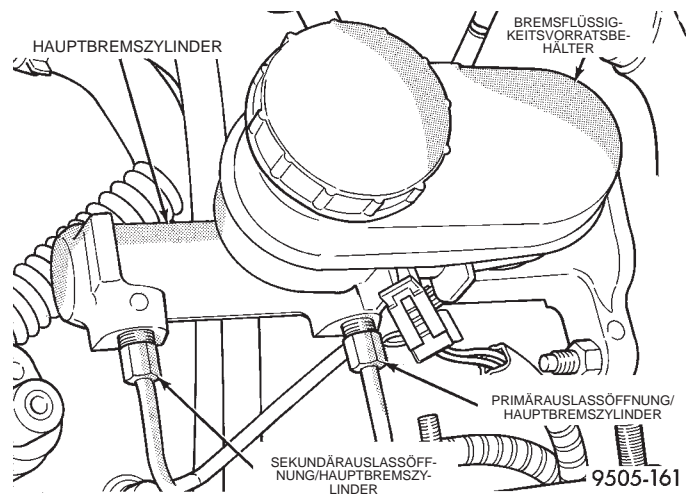

Abb. 82 Primär- und Sekundärauslaßöffnungen am Hauptbremszylinder bei Fahrzeugen mit ABS
(2) Primär- und Sekundärbremsleitungen von den Auslaßöffnungen am Hauptbremszylinder lösen (Abb. 82) (Abb. 83). Auf allen offenen Auslaßöffnungen für Bremsleitungen am Hauptbremszylinder Verschlusskappen anbringen.
(3) Den Bereich, in dem der Hauptbremszylinder am Bremskraftverstärker befestigt ist, mit einem
(4) Die Primär- und Sekundärbremsleitungen (Abb. 82) an die Auslaßöffnungen des Hauptbremszylinders anschließen. Alle Überwurfmutter mit einem Anzugsmoment von 17 N·m (145 in. lbs.) festziehen.